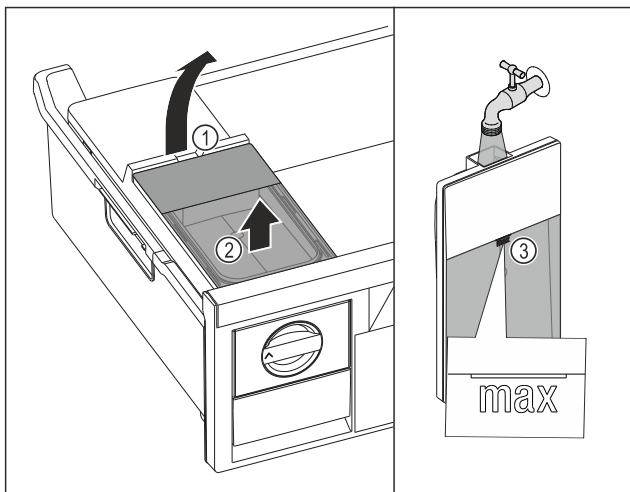

Fig. 124
- ▶ Emelje fel a víztartályt a kivágásnál Fig. 124 (1).
- ▶ Felfelé vegye ki a víztartályt. Fig. 124 (2)
- ▶ Ivóvízzel töltsse fel a jelölésig Fig. 124 (3) a víztartályt.